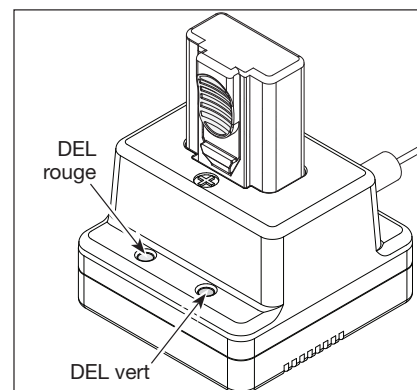

Figure 3
4. Le chargement commence dès que le chargeur et l'adaptateur sont branchés (voir la figure 3). Le voyant DEL vert devient continu pour indiquer que le chargement a commencé. Si le voyant DEL ne s'allume pas, retirer la batterie avant de l'insérer de nouveau sur la base du chargeur. La batterie est entièrement chargée quand le voyant DEL vert sur la base du chargeur clignote. Lorsque la batterie est entièrement chargée, la retirer immédiatement du chargeur. Pour éviter d'endommager la batterie, NE PAS la laisser en charge continue.